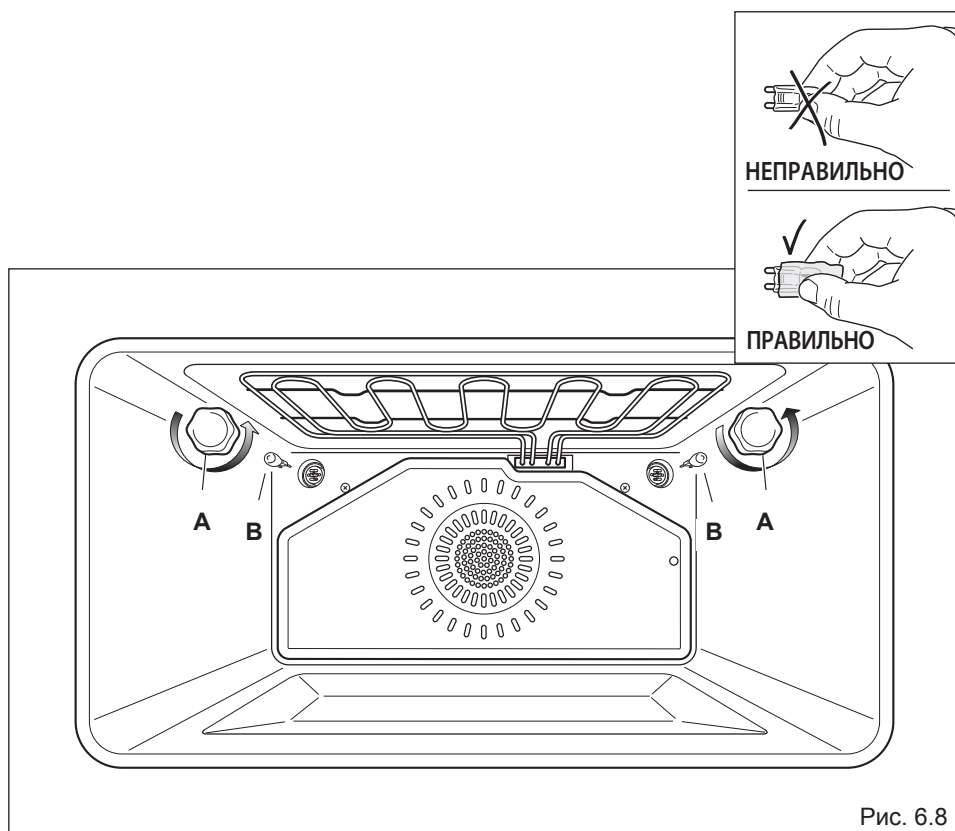

Рис. 6.8
- Снимите защитное покрытие "А" (Рис. 6.8);